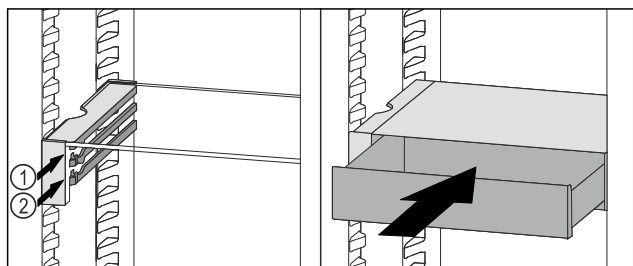

Fig. 86
- ▶ Posizionare il cassetto VarioSafe dietro i tappi sulla nervatura desiderata Fig. 86 (1) o Fig. 86 (2).